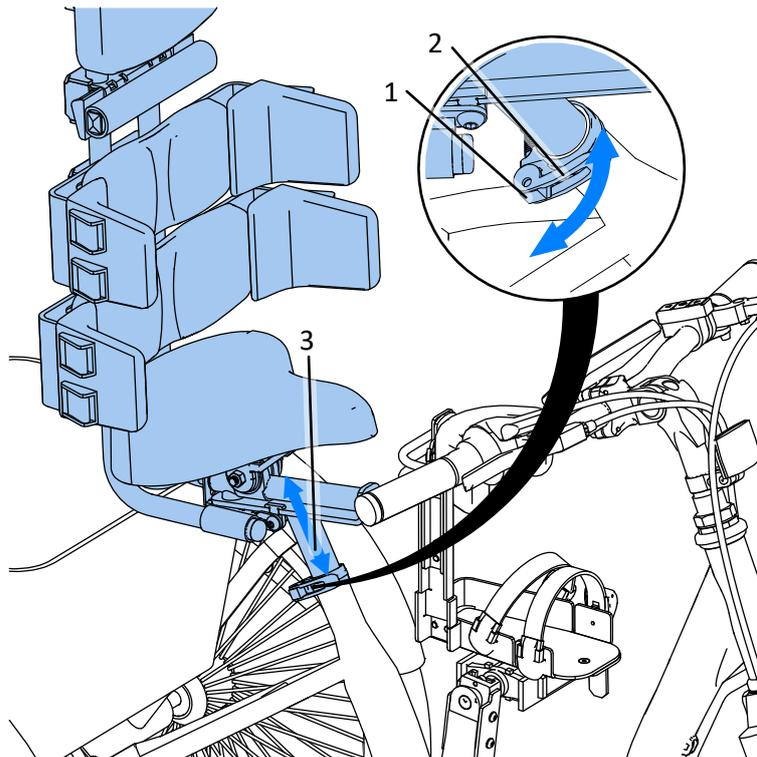

Abb. 14
Abb. 14 zeigt, wie man die Sattelhöhe einstellt. Lösen Sie den Exzenterbolzen (1), indem Sie den Hebel (2) zurückziehen. Das Untersattelrohr wird entriegelt, so dass die Sattelstütze (3) auf die gewünschte Höhe ausgefahren oder eingefahren werden kann. Die Oberseite des Sattels sollte die Hüftposition des Benutzers erreichen. Wenn der Sattel auf die richtige Höhe eingestellt ist, sollte er an der Längsachse des Fahrrads ausgerichtet sein. Klemmen Sie dann den Exzenterbolzen (1) mit dem Hebel (2) fest. Der Sattel kann bis zur maximalen Position ausgefahren werden, so dass mindestens 80 mm der Sattelstütze im Sitzrohr verbleiben. Die maximal zulässige Ausfahrhöhe ist auf dem vertikalen Rohr der Säule angegeben.